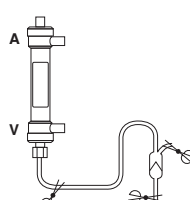

Fig.2 / Abb. 2 / Εικ. 2
- Conecte a linha venosa à porta venosa do dialisador. (Fig. 2)